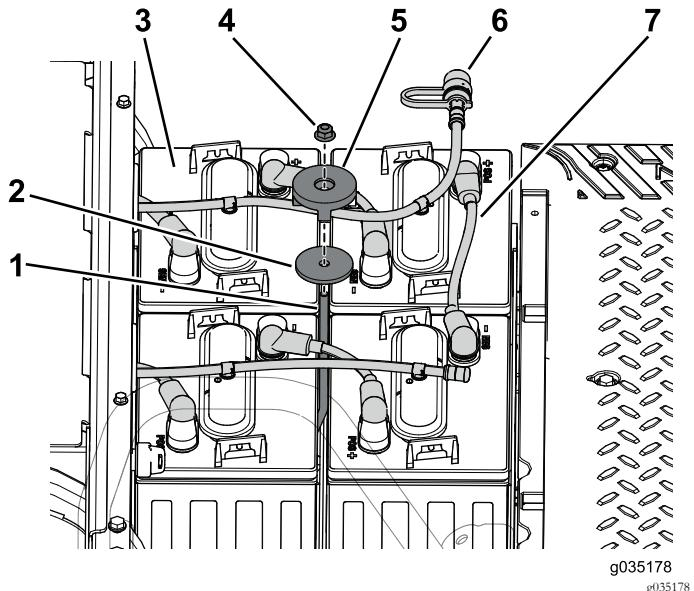

Рисунок 98
1. Установите 4 аккумуляторные батареи в передний поддон аккумуляторных батарей (Рисунок 98).
2. Используйте прижимной стержень, шайбу, прижим и контргайку, чтобы прикрепить аккумуляторные батареи к поддону (Рисунок 98).
3. Подсоедините кабели аккумуляторных батарей к положительным (+) клеммам аккумуляторных батарей (Рисунок 98).
- 6. Установите шланг для доливки воды на аккумуляторные батареи (Рисунок 98).